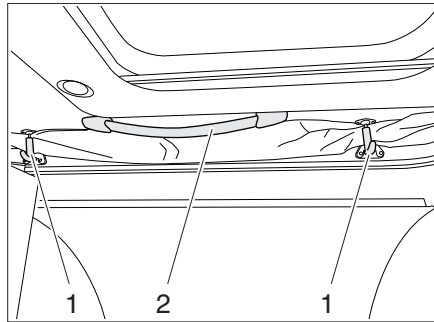

Fig. 49 Techo elevable
- Soltar los seguros (Fig. 49,1) tirando ligeramente.
- Empujar el techo elevable hacia arriba con los tiradores (Fig. 49,2).
- Empujar el techo elevable hacia abajo con los tiradores (Fig. 49,2).
- Tirar los seguros (Fig. 49,1) ligeramente hacia abajo y engancharlos de nuevo.